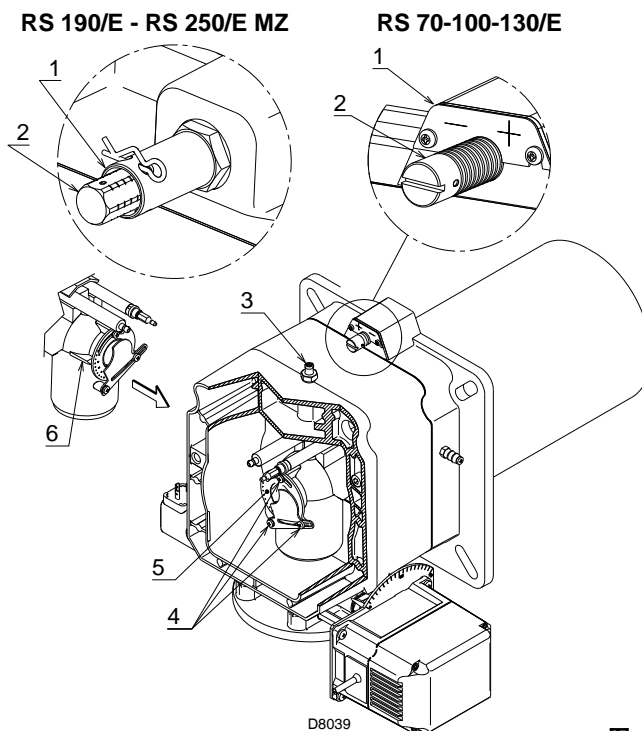

图 18
- 旋转螺丝 2)(图 18) 直至刻槽与法兰前表面 1) 对齐。
为了方便调节，可先拧松螺丝 3)(图 18)，调节后在拧紧。
- 拧松螺丝4)(图18), 旋转环5)直至其上所确定的刻度与另一刻度6)对齐。